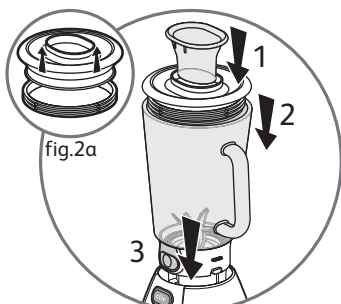
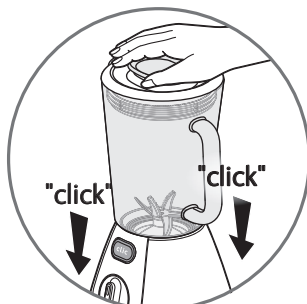

fig.2b
fig.3
Placez le bol blender assemblé (D) sur le bloc moteur (A), bouton "clic" (D2) du bloc lames aligné avec le bouton "clic" (C) du bloc moteur (fig. 2b) et donnez une pression sur le bol pour le verrouiller sur le bloc moteur (double clic audible) (fig3).